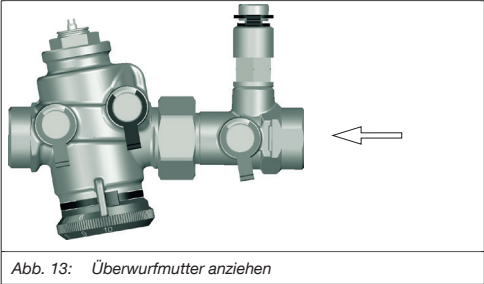

Abb. 13: Überwurfmutter anziehen
- Ziehen Sie die Überwurfmutter an (siehe Abb. 13).